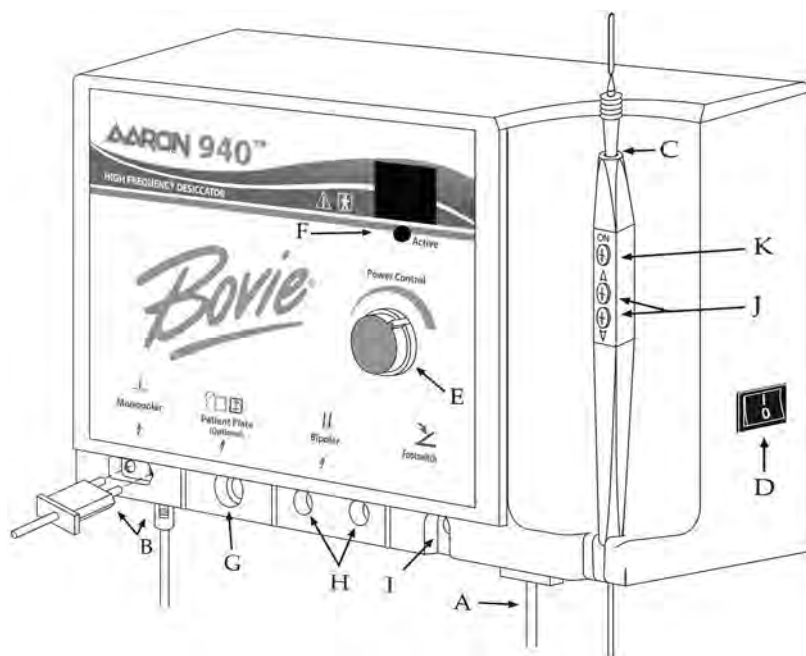

Abbildung 2
2. Stecken Sie das weibliche Ende des Netzkabels in die Konsole der Einheit (siehe Abbildung 2, Buchstabe A).
4. Stecken Sie das Handstück in den monopolaren Ausgang auf der linken unteren Frontseite der Einheit (siehe Abbildung 2, Buchstabe B). Der Stecker ist so konzipiert, dass er nur in einer Richtung passt. Stecken Sie den kleineren, runden Anschluss des Handstücks in die Anschlussbuchse am Boden der Einheit (siehe Abbildung 2,
5. Schieben Sie die Standardelektrode in das Handstück, bis sie fest sitzt (siehe Abbildung 2, Buchstabe C). Der Handgriff nimmt die meisten genormten $\frac{3}{32}$ -Zoll (0,24 cm) Elektroden auf.
7. Schalten Sie den Ein-/Aus-Schalter ein und verwenden Sie dazu den Schalter auf der rechten Seite der Einheit (siehe Abbildung 2, Buchstabe D).
8. Stellen Sie die Ausgangsleistung entweder mit der Skala auf der Frontplatte der Einheit (siehe Abbildung 2, Buchstabe E) oder auf dem Aaron 940™ durch die Auf-und-Ab-Schalter am Handstück ein (siehe Abbildung 2, Buchstabe J). Wenn der Leistungspegel mit dem Handgriff angepasst wird, ertönt ein hörbares Signal um anzuzeigen, dass der Leistungspegel geändert worden ist. Drücken und gedrückt halten der Auf- oder Ab-Schalter veranlasst eine schnellere Änderung der Leistungseinstellung zur schnellen Anpassung der Ausgangsleistung. Die Leistung wird unterhalb von 10 Watt in "0,1"-Watt-Schritten in ganzen Zahlen von 10 bis 40 Watt angezeigt.
9. Zur Aktivierung der Einheit nehmen Sie das Handstück aus der Halterung. Platzieren Sie das Handstück in der gewünschten Position und drücken Sie den Aktivierungsknopf (siehe Abbildung 2, Buchstabe K). Wenn die Einheit aktiviert ist, ertönt ein hörbarer Signalton und die blaue Aktivierungsleuchtdiode leuchtet auf (siehe Abbildung 2, Buchstabe F).
10. Zur Verwendung der optionalen Neutralelektrode mit Kabel (A802EU) stecken Sie den Kabelstecker in den Ausgang der Neutralelektrode ein (siehe Abbildung 2, Buchstabe G) und schließen das andere Ende an der Neutralelektrode an. Die Elektrode muss unter dem Patienten an einem Punkt platziert werden, an dem die gesamte Elektrode von unbedeckter Haut bedeckt wird.
11. Zur Verwendung des optionalen Bipolarkabel (A827EU) stecken Sie die Stecker in die bipolaren Ausgänge ein (siehe Abbildung 2, Buchstabe H). Das Kabel wird dann in die Zange gesteckt. Eine Schiebetür hinter den mono- und bipolaren Ausgängen verhindert, dass der Benutzer beide gleichzeitig verwendet.
12. Der optionale Fußschalter wird in den Fußschalterausgang eingesteckt und auf den Boden gestellt (siehe Abbildung 2, Buchstabe I). Der Fußschalter kann bei monopolaren Verfahren und muss bei bipolaren Verfahren verwendet werden.